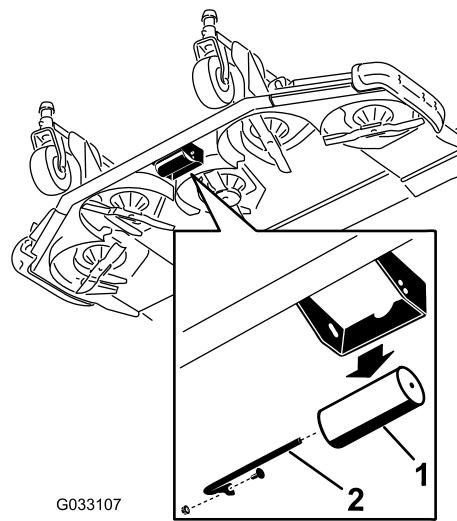

Figura 24
1. Rimuovete l'albero del rullo, la vite e il dado che fissano l'albero del rullo alla staffa del piatto di taglio (Figura 24).